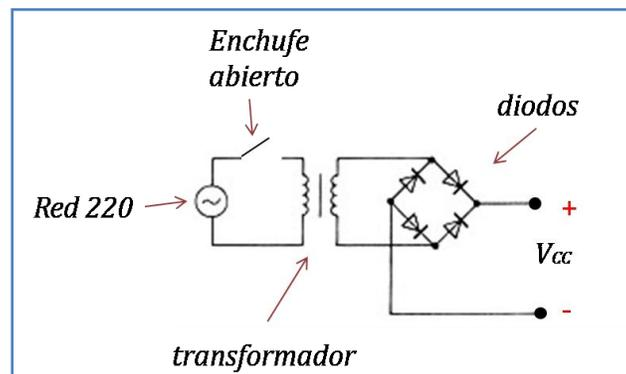

Ilustración 4: Rectificador de Onda Completa
- Conecte los dispositivos que le fueron entregados como aparece en la Ilustración 4 EN EL PROTOBOARD:
- Conecte ahora el condensador en el protoboard entre los puntos + y – de la Ilustración 4 y mida y dibuje nuevamente con el osciloscopio la forma de onda.